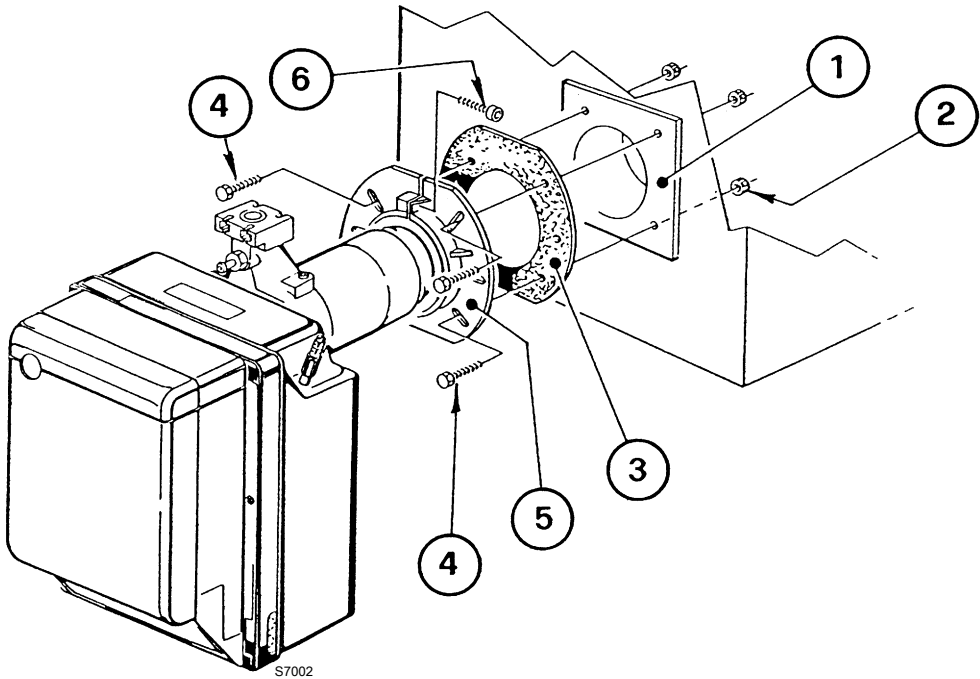

图 12
- 使用螺钉 4）和（必要时）螺母 2）将法兰 5）固定到锅炉 1 的门上）（图 12），之间放上隔热衬垫 3），但上面的两个螺钉 4）之一不要拧紧。